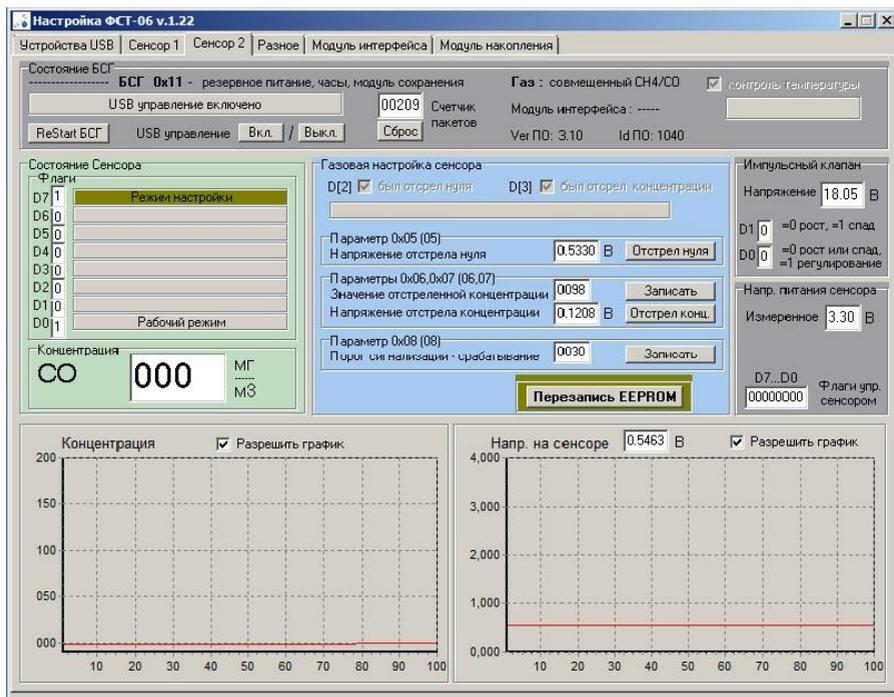

Рисунок. 8.4 Вид окна при калибровке сенсора 2.
8.5. Вид окна при газовой калибровке сенсора показан на рис. 8.4. Отстрел нуля (нет концентрации измеряемого газа)